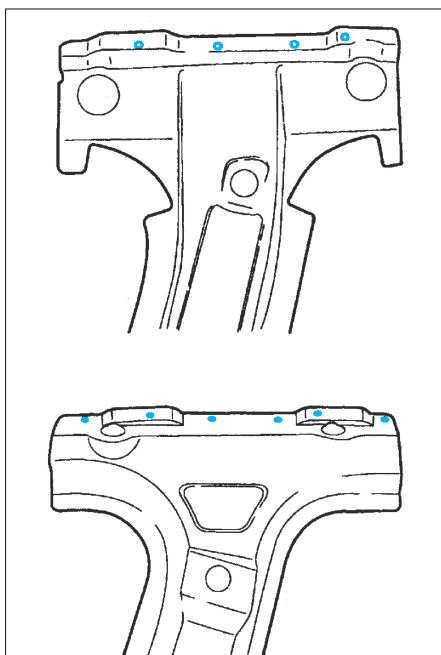

FIG. 76
• Percer des trous de Ø 6,5 mm pour soudage ultérieur par points bouchons (Fig.76).